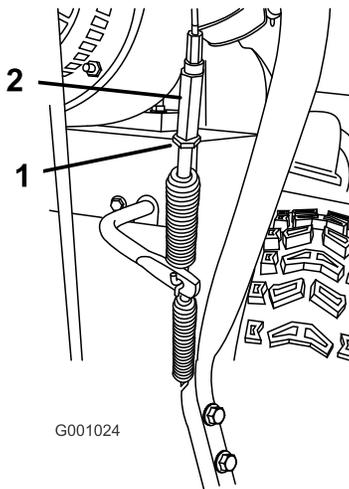

Figure 44
5. Desserrez l'écrou de blocage (Figure 44).
6. Desserrez ou serrez le tendeur de réglage de la tension du câble (Figure 44).